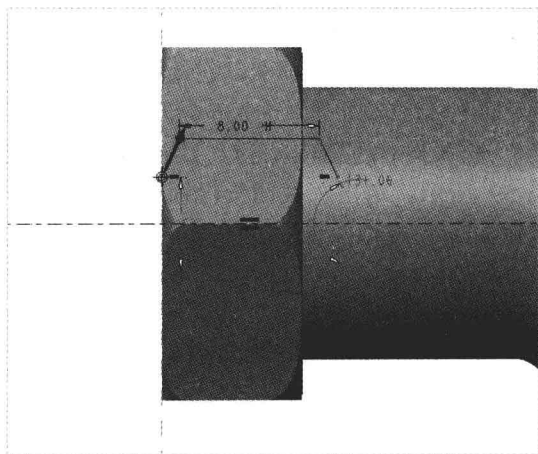

图 16-52 绘制截面 3
Step 08 单击“定义”按钮，弹出“草绘”对话框，在绘图区选择 TOP 基准平面作为草绘平面，接受默认的草绘视图方向和参考，单击“草绘”按钮，进入草绘环境；单击“草绘”选项卡中的相应按钮，绘制截面，如图 16-52 所示。